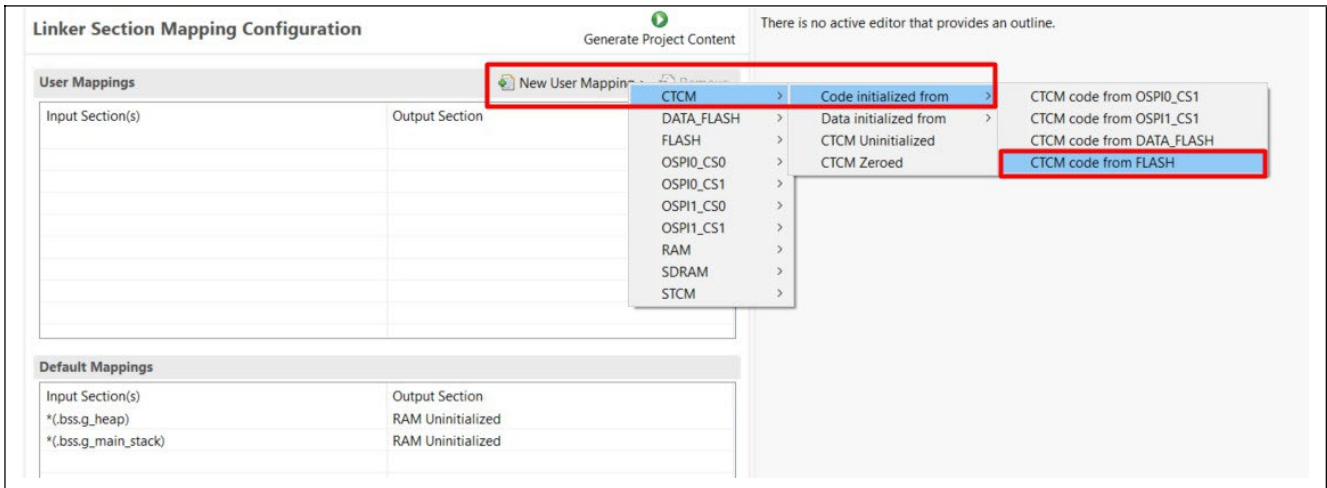
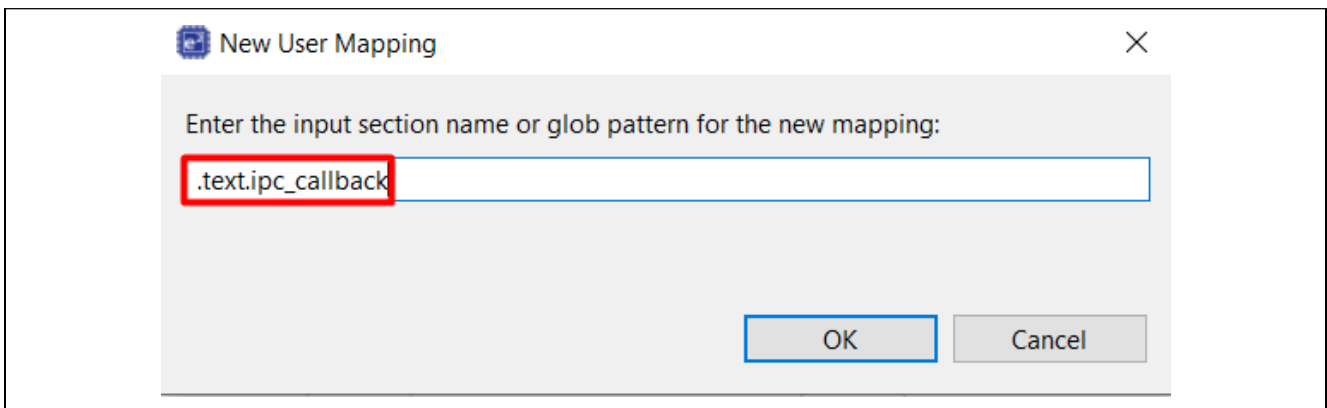

図33.CTCM用の新しいセクションマッピングの定義
図34.CPU1における命令コード用の入力セクション名の定義
4. ipc\_callback()関数を、指定されたCTCMセクションに割り当てます(図33、図34参照)。